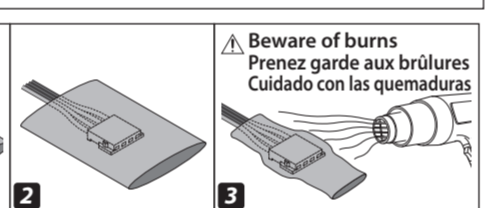

Fig. 4 / Figura 4
Protect the 2 connectors that are not in use with heat shrink tubes (6). (Refer to Fig. 4)
4. Connect the ground wire (black) and the +12 V wire (yellow) of the controller of speaker A (1).
5. Reconnect the negative terminal of the battery. Do not use link cable A (4) for this connection.
Protégez les 2 connecteurs qui ne sont pas utilisés avec des tubes thermorétractables (6). (Se référer à la Fig. 4)
4. Connectez le fil de terre (noir) et le fil +12 V (jaune) du contrôleur du haut-parleur A (1).
5. Reconnectez la borne négative de la batterie. N'utilisez pas le câble de liaison A (4) pour cette connexion.